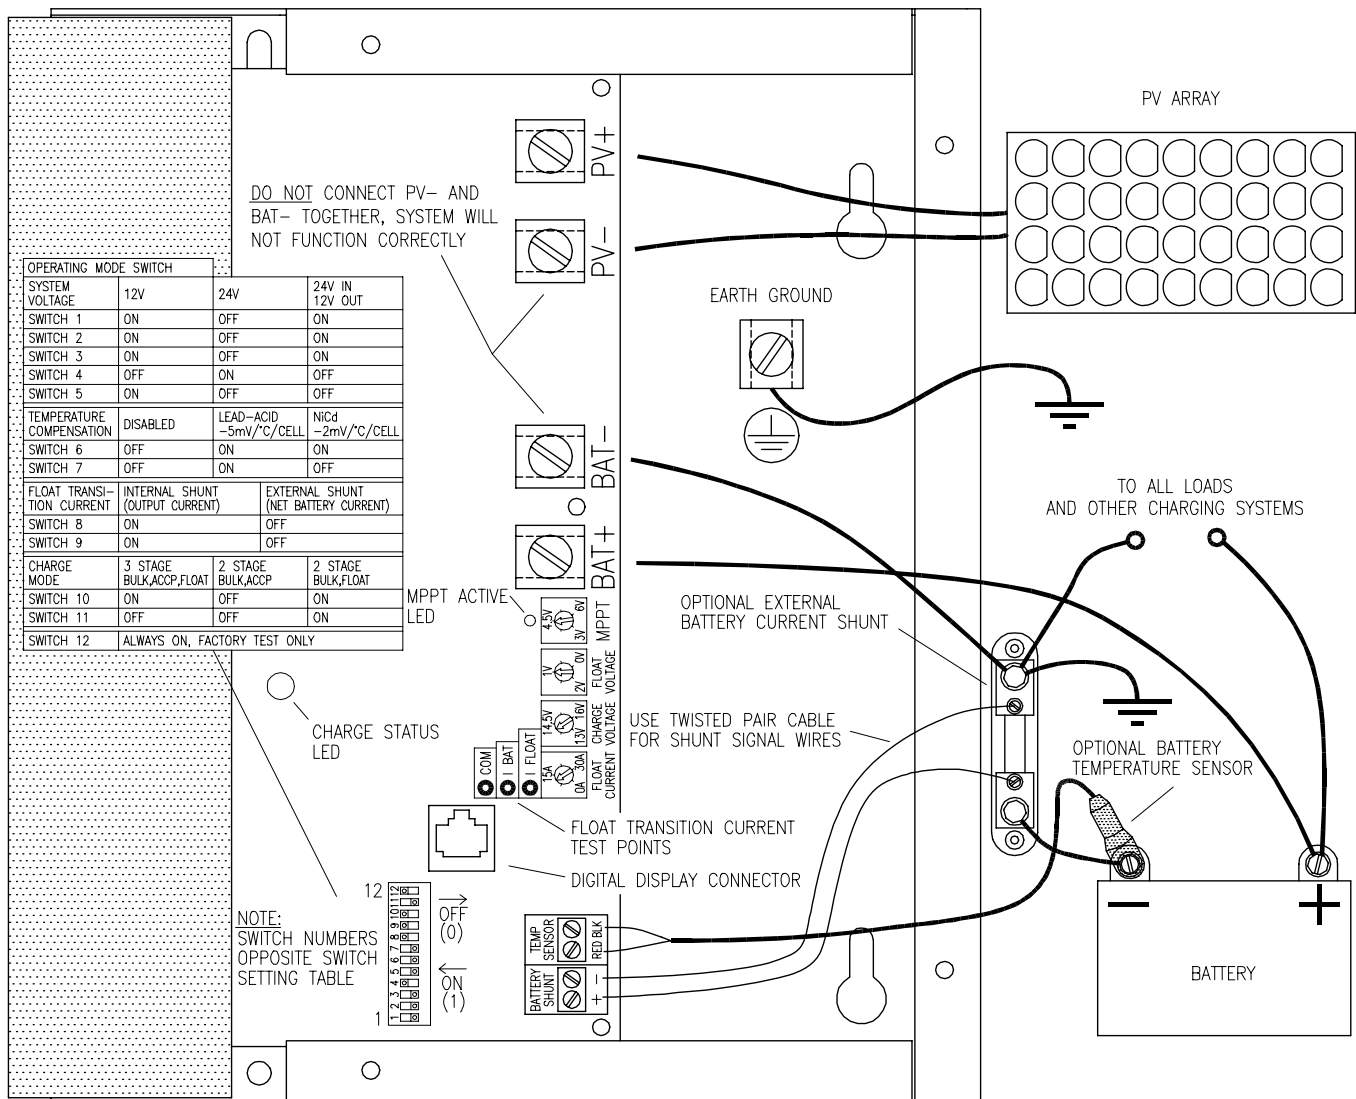

FIGURE 3
➤ **WARNING:** Read, understand and follow the Important Safety Instructions in the beginning of this manual before proceeding. To reduce the risk of fire, connect only to a circuit provided with 60 amperes maximum branch-circuit over current protection installed and wired in accordance with National Electrical Code, ANSI/NFPA 70. This unit is not provided with a GFDI device and must be used with an external GFDI device as required by Article 690 of National Electrical Code for the installation location. To reduce risk of electric shock, remove all sources of power, PV and battery before installing. Adjustments or connections other than those shown in Figure 3 void the limited warranty.
➤ **AVERTISSEMENT:** Avant de procéder, lire, comprendre et suivre les instructions importantes de sécurité spécifiés au débout de ce manuel. Afin de réduire le risque d'incendie, brancher uniquement à un circuit fourni d'une protection contre le courant excessif de 60 ampères par circuit de dérivation, installé et câblé en conformité avec le Code Électrique National ANSI/NFPA 70. Cet appareil n'est pas fourni avec un dispositif GFDI (détecteur et interrupteur différentiel) externe tel que prévu dans l'Article 690 du Code Électrique National pour le lieu de l'installation. Afin de réduire le risque de choc électrique, éloigner toute source de puissance photovoltaïque et batterie, avant l'installation. Tout ajustement et branchement autre que ceux montrés dans la Figure 3, frappent de nullité la garantie limitée.
➤ **WARNUNG:** Vor dem Behandeln lesen, verstehen und folgen Sie die wichtigen Sicherheitshinweise am Anfang dieses Handbuches. Um die Feuergefahr vorzubeugen, schalten Sie bei einem mit Parallelstromkreis der mit einem Stromschutz von höchstens 60 Ampere versorgt ist, gemäß der Nationalen Eletrischen Code ANSI/NFPA 70, ein. Dieses Einheit ist nicht mit einem GFDI-Gerät ausgestattet und muss daher mit einem externen GFDI-Gerät betrieben werden, wie es in Paragraph 690 des Staatlichen Elektrogesezbuches [*National Electrical Code*] für den Installationsort vorgeschrieben ist. Um die Gefahr eines elektrischen Schocks zu vermeiden, entfernen Sie alle Strom-, PV und Batteriequellen vor der Installation. Andere Einstellungen oder Konnexionen als diejenigen in Abbildung 3 heben die begrenzte Garantie auf.
- Solar Boost 50 has setup options that may need to be configured prior to connection and use. These setup options are configured by setting a single 12 position dip switch and four potentiometers located on the main circuit board as shown in Figure 3.
- Solar Boost 50 a d'options de paramétrage dont la configuration pourrait être nécessaire avant le branchement et l'utilisation. Ces options sont paramétrées en fixant un seul commutateur à 12 positions et quatre potentiomètres situés sur le panneau du circuit principal (Voir Figure 3).
- Solar Boost 50 hat Einstellungsoptionen, die vor der Einschaltung und Benutzung konfiguriert werden müssen. Diese Einstellungsoptionen sind konfiguriert, indem ein einziger 12 Position Schalter und vier Potentiometer die sich auf der Hauptstromkreistafel befinden wie in Abb. 3, eingestellt werden.
If battery load current is highly variable during charge more effective charge control can be obtained through the use of an external current shunt measuring net battery charge current. The wiring diagram of Figure 3 shows how this optional external current shunt would be used. This external shunt can be an already existing shunt as long as it is in the negative leg of the battery and is wired to measure net battery current. Note that each measuring device connecting to this shunt should have it's sensing wires connected directly to the shunt sensing screw terminals. A variety of optional current shunts are available through your Blue Sky Energy dealer.
The unit updates the maximum power operating point approximately every 10 seconds by briefly turning off the output to sample PV open circuit voltage. It then operates the PV array at a voltage approximately equal to the sampled open circuit voltage minus the MPPT voltage setting. Factors other PV open circuit voltage fine tune the actual operating point, but PV open circuit voltage is the primary factor. Note that the values above and the scaling shown on the MPPT adjust potentiometer in Figure 3 relate to a single 36 cell module. When two modules are connected in series for a 24V input system, Solar Boost 50 automatically multiplies the voltage difference setting between V_{OC} and V_{MP} by two based on the position of dip switch 5.
If LED does not remain on, MPPT is not operating due to a combination of high PV temperature and/or high battery voltage. MPPT can usually be made to operate by lowering battery voltage through application of a heavy DC load. If in doubt, leave the adjustment at the factory default position of approximately 11:00 o'clock as shown in Figure 3.